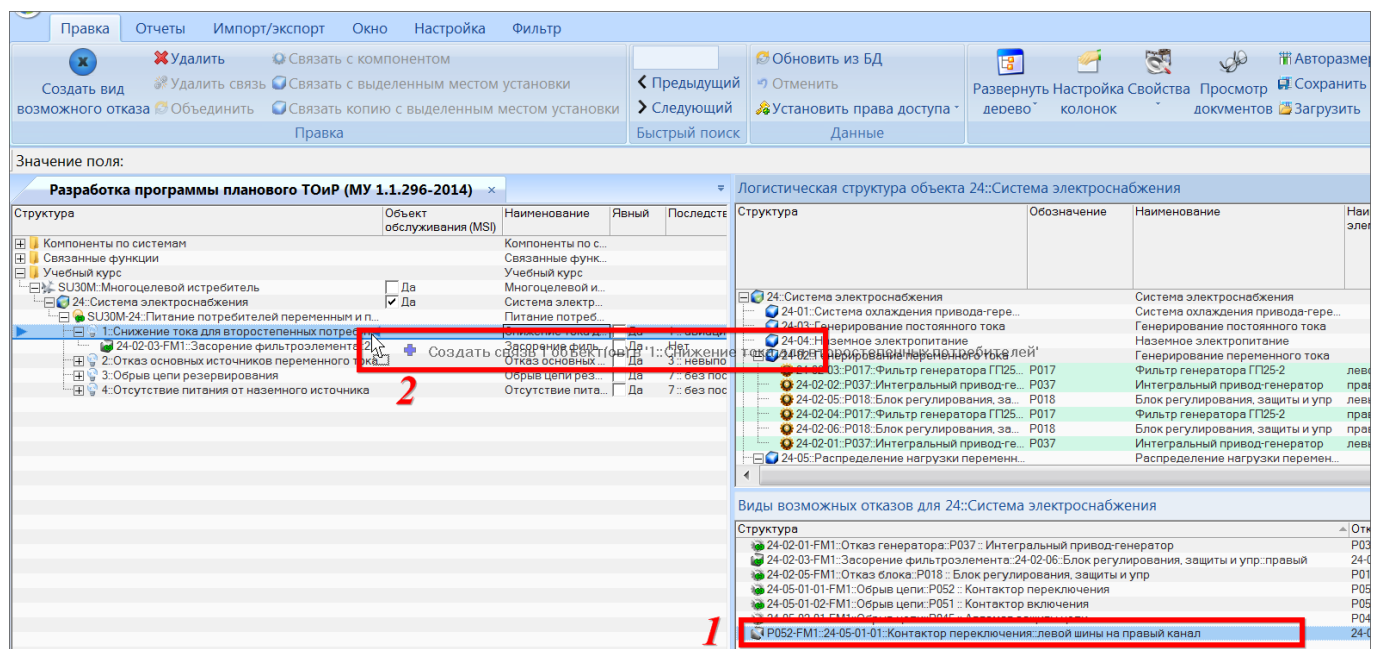

Рис. 11-84 – Выбор существующего КО из БД
- 6) переместить мышью КО из связанного окна «Виды возможных отказов» на ФО в окне «Разработка программы планового ТОиР (МУ 1.1.296–2014)» (рис. 11-84).